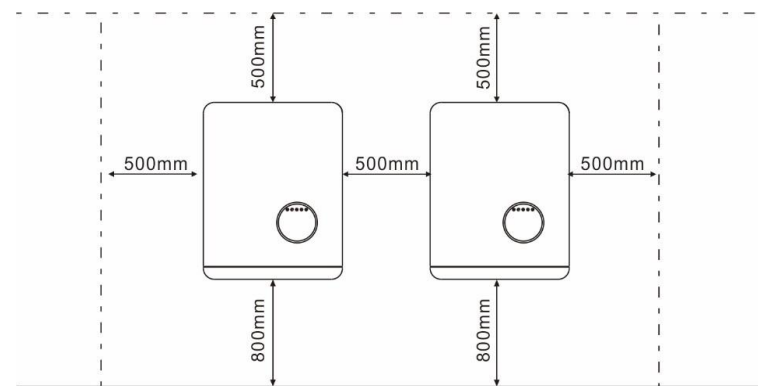

Figure 4.2 Dégagement pour le montage de l'onduleur
1. Conformément à la figure 4.2, sélectionnez la hauteur de montage du support et marquez le trou de montage. Après le marquage, percez le trou conformément à la marque. Pour le perçage d'un mur en briques, des chevilles d'expansion doivent être utilisés pour la fixation.